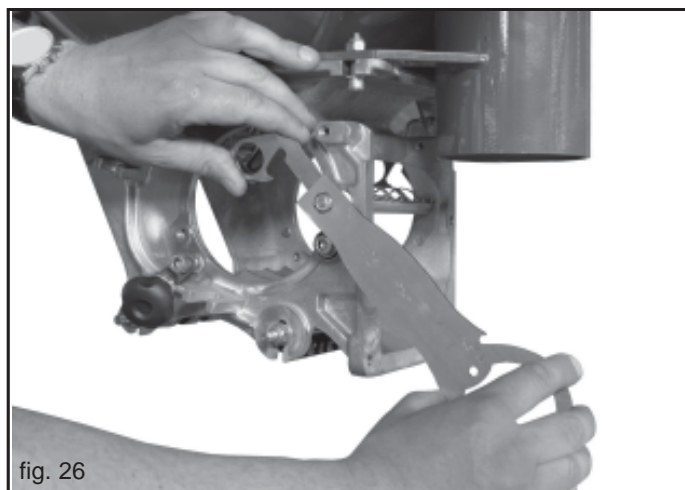

fig. 26
- 3) Aflojar las tuercas M8 (Fig. 26) con la llave multiuso en dotación.